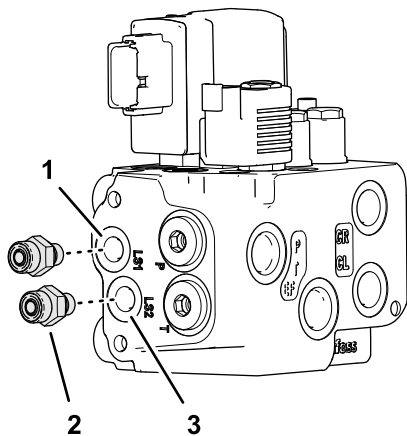

Figura 70
1. Monte 2 acoplamientos hidráulicos rectos (-6 x 12 mm) en la válvula de dirección EHI (Figura 70) como se indica a continuación: